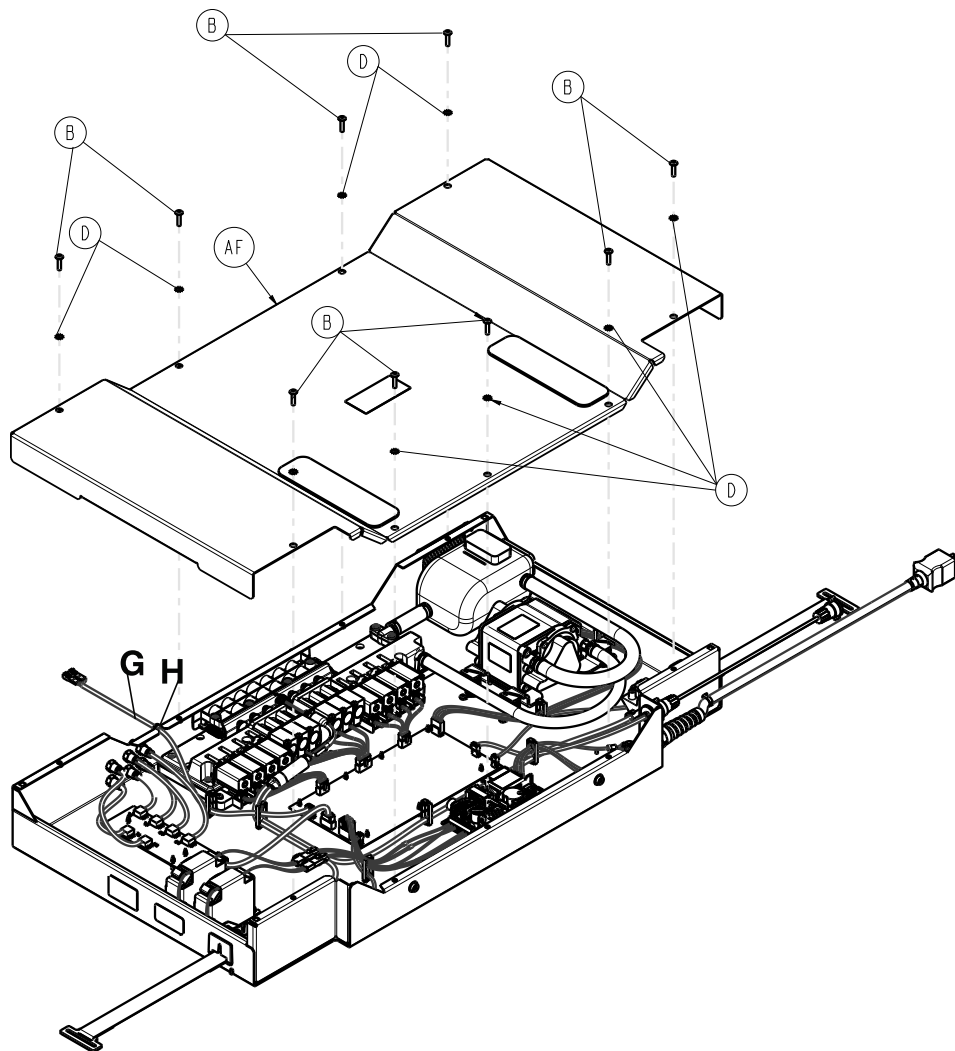

Figure 2-18 : Capot de la boîte côté pieds
13. À l'aide d'une clé T15 Torx, enlever les neuf vis d'arrêt (B) et les neuf rondelles éventail (D) (Figure 2-18 à la page 2-39). Conserver les vis d'arrêt et les rondelles éventail.
(Figure 2-18 à la page 2-39)
14. Enlever le capot de la boîte côté pieds (AF) (Figure 2-18 à la page 2-39). Conserver le capot de la boîte côté pieds.